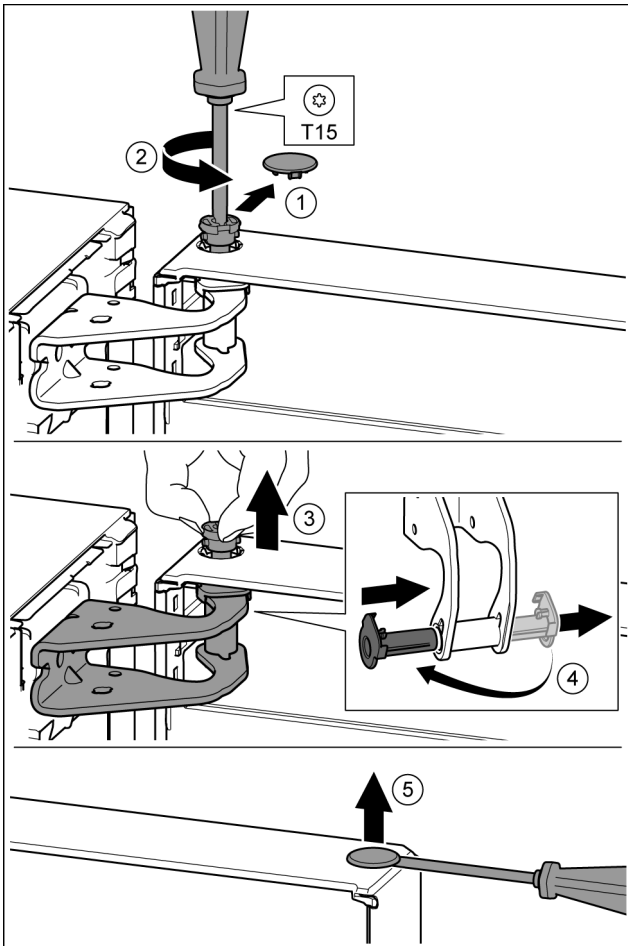

Fig. 10
- ▶ Opatrne vytiahnite poistný kryt. Fig. 10 (1)
- ▶ Skrutkovačom T15 trochu vyskrutkujte čap. Fig. 10 (2)
- ▶ Pevne držte dvere a čap vytiahnite prstami. Fig. 10 (3)
- ▶ Puzdro ložiska vytiahnite z vedenia. Nasadíte z druhej strany a zaklapnete. Fig. 10 (4)
- ▶ Plochým skrutkovačom opatrne nadvihnite a vyberte zátku z puzdra ložiska dverí. Fig. 10 (5)